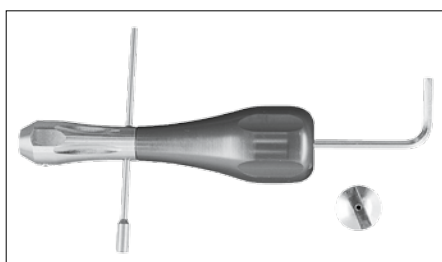
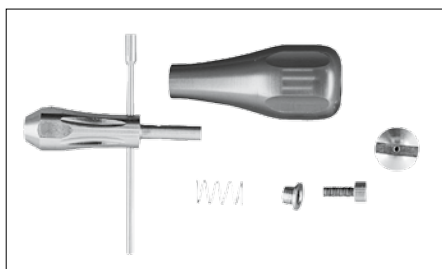

Fig. 5
Fig. 6
Unscrew the cylindrical screw concealed beneath it with the 3.0 screw driver key (Fig. 5) and dismantle the screw driver tip (Fig. 6).
Déposer la vis cylindrique située en dessous, en utilisant la clé à six pans creux 3,0 (screw driver key 3.0), (Fig. 5), puis démonter entièrement la tige de tournevis (screw driver tip), (Fig. 6).